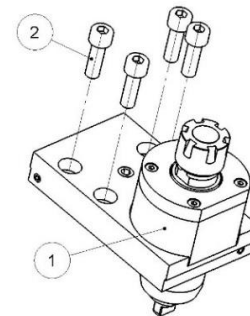
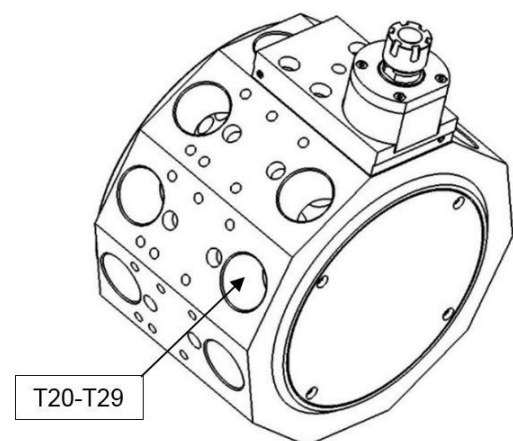

Figure 1
Figure 3
Pour fixer le porte outil (fig.1, pos. 1), centrer la queue dans les positions T20 à T29 de la machine (fig. 3). Serrer les 4 vis M8 (fig.1, pos. 2).